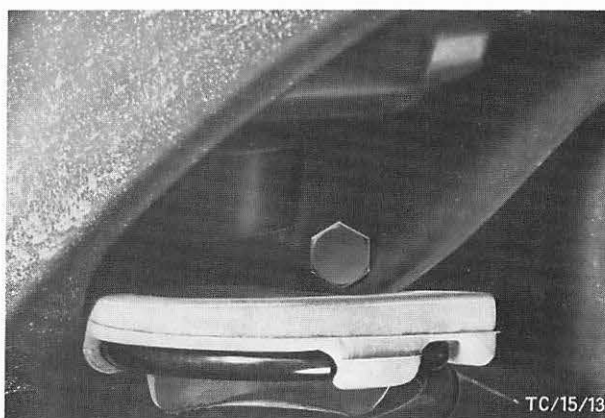

Abb. 30 Gummiauflage – Schraubenfeder
7. Achse absenken. Schraubenfeder in das Führungslager des unteren Längslenkers einsetzen und Achse anheben. Auf richtige Einbaulage der Feder und Gummiauflage achten. Abb. 30.